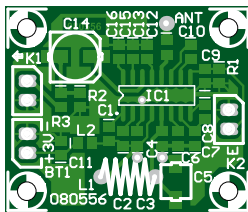

Figure 3. Aussi minuscule soit-elle, cette platine permet d'y construire le récepteur.
Vous pouvez voir à la figure 3 la petite platine dessinée pour le récepteur. On vous l'avait bien dit, il y a partout des CMS pour garantir la miniaturisation. Souder ces petites pièces demande un peu d'entraînement, mais Elektor vous a expliqué plusieurs fois comment s'y prendre pour réussir l'opération. Vous pouvez vous référer, par exemple, à l'article illustré d'avril 2003 « Des CMS ? Pas de panique ! (II) ».